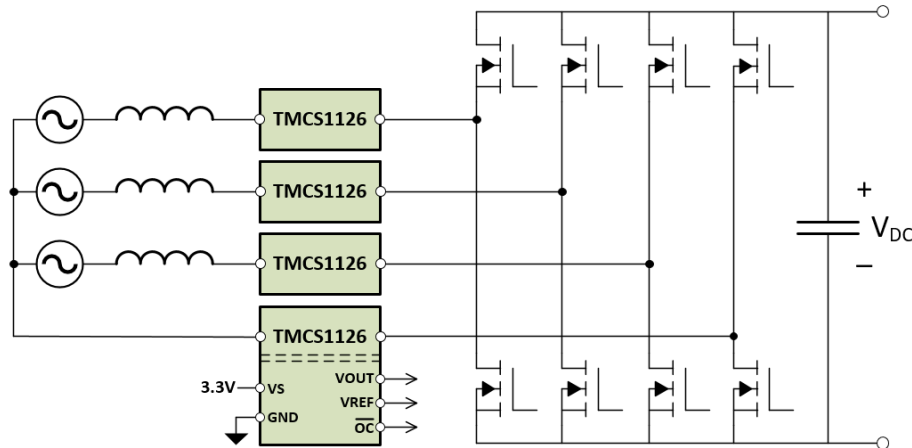

図 9-2. AC/DC コンバータの 電流検出
多くのアプリケーションでは、DC 回路で使用するために、AC 電源から電力を変換する必要があります。通常、電力伝送効率を向上させるために、いくつかの種類の制御された力率補正 (PFC) 段が必要です。最新の PFC 段では、全体のサイズを縮小し、電力伝送効率を向上させるために、より高速で高速なパワースイッチが使用されています。多くの場合、AC/DC コンバータの PFC 段は AC 電源グリッドに直接接続されます。PFC 段で検出する場合の主要な課題は、電流センサが高電圧 (HV) 電力グリッドから生じる大きな電圧スパイクに加えて、電荷伝送中に高速パワースイッチから生じる大きな過渡にさらされることです。TMCS1126 構造内に固有の絶縁機能があるので、HV 電流センシングノードと低電圧制御回路との間に高いレベルの絶縁を実現し、高い同相過渡耐性 (CMTI) を達成することで、これらの課題を克服できます。図 9-2 に、一般的な AC/DC コンバータ段での TMCS1126 測定位相電流の使用方法を示します。